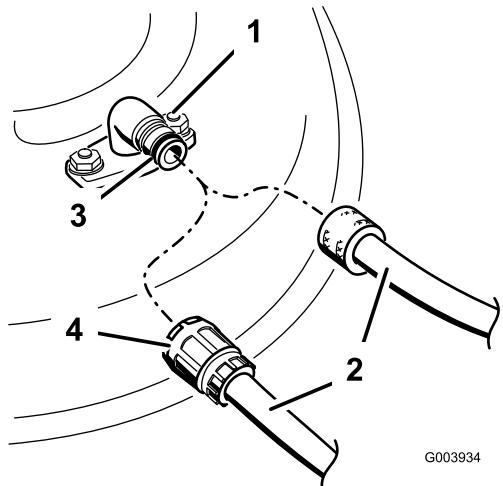

Figura 46
3. Conecte el acoplamiento de la manguera al extremo del conector de lavado del cortacésped, y abra el grifo al máximo (Figura 46).